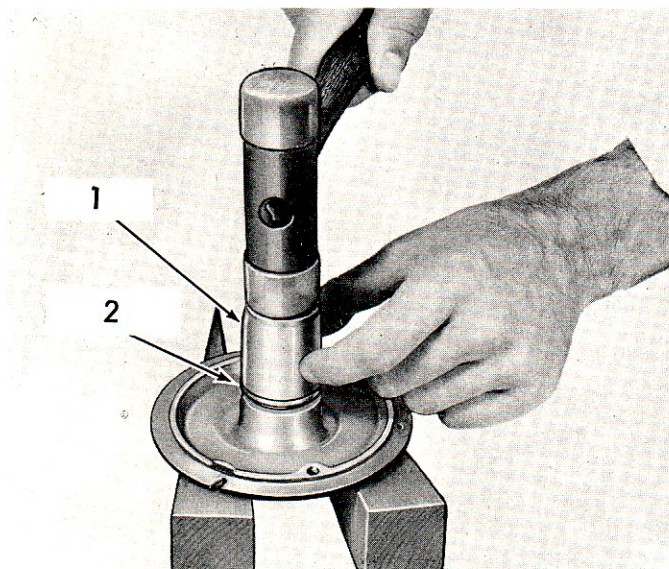

Fig. 45
6. **Démarrateurs Ø127 mm**. Emmancher le coussinet du palier intermédiaire à l'aide d'un manchon ayant un diamètre extérieur de 27 mm. Voir Fig. 45.